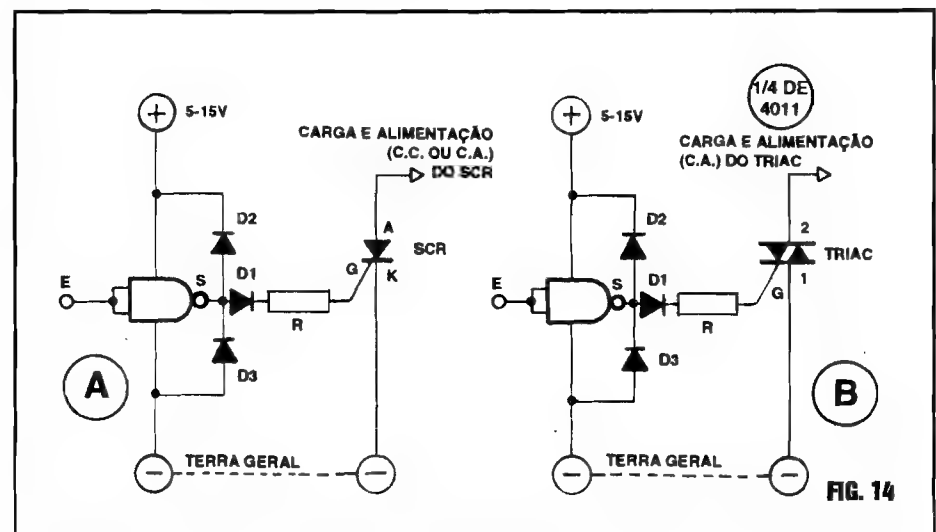

FIG. 14
- FIG. 14- INDO “ATÉ O TALO”, EM TERMOS DE POTÊNCIAS, CORRENTES E TENSÕES “COMANDÁVEIS” POR UMA SAÍDA C.MOS... - Aos eventuais módulos de Potência acoplados às Saídas C.MOS